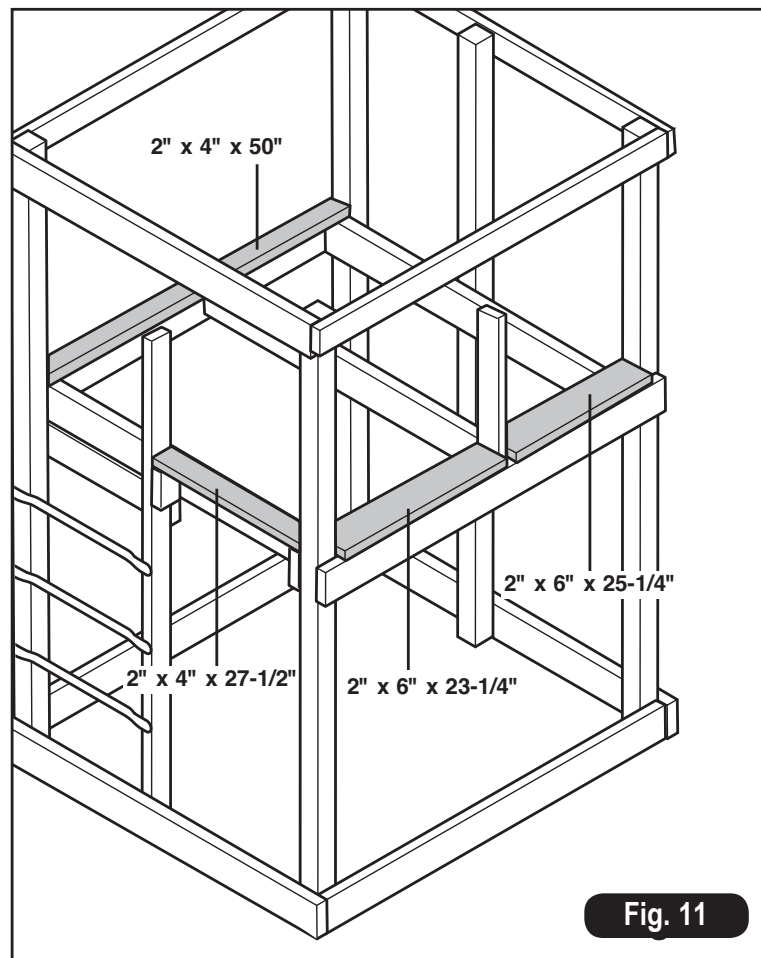

Fig. 11
4. Position the 2" x 6" x 23-1/4" and 2" x 6" x 25-1/4" boards to the frame as indicated in Fig. 11. The boards should be flush with the outside edge of the 2" x 6" deck support. Attach using two 3" screws at each joint.
5. Position 2" x 4" x 50" board to the frame so it is flush with the outside edge of the 4" x 4" corner posts (Fig.11). Attach using two 3" screws at each joint.
6. Position the 2" x 4" x 27-1/2" board to the frame as indicated in Fig. 11. The board should be positioned square to the corresponding 2" x 4" x 5-1/2" supports. Attach using two 3" screws at each end of the 2" x 4" x 27-1/2" board.
4. Posicionar los planos de 2" x 6" x 23-1/4" y 2" x 6" x 25-1/4" en la estructura como se indica en la Fig. 11. Los planos deben estar al ras con el borde externo del soporte para plataforma de 2" x 6". Unir utilizando dos 3" tornillos en cada junta.
5. Posicionar el plano de 2" x 4" x 50" en la estructura de tal forma que esté al ras con el borde externo de los postes esquineros de 4" x 4" (Fig.11). Unir utilizando dos 3" tornillos en cada junta.
6. Posicionar el plano de 2" x 4" x 27- 1/2" en la estructura como se indica en la Fig. 11. El plano debe estar posicionado en ángulo recto a los soportes de 2" x 4" x 5-1/2" correspondientes. Unir utilizando dos 3" tornillos en cada extremo del plano de 2" x 4" x 27-1/2".
4. Placer les planches de 2 po x 6 po x 23-1/4 po (50 mm x 150 mm x 590 mm) et de 2 po x 6 po x 25 1/4 po (50 mm x 150 mm x 641 mm) au cadre tel qu'indiqué à la fig. 11. Les planches doivent être alignées avec le bord extérieur du support de plate-forme de 2 po x 6 po (50 mm x 150 mm). Fixer à l'aide de deux 3 po (76 mm) vis à chaque joint.
5. Placer la planche de 2 po x 4 po x 50 po (50 mm x 100 mm x 1,27 m) au cadre en l'alignant avec le bord extérieur des poteaux de coin de 4 po x 4 po (100 mm x 100 mm) (voir fig. 11). Fixer à l'aide de deux 3 po (76 mm) vis à chaque joint.
6. Placer la planche de 2 po x 4 po x 27 1/2 po (50 mm x 100 mm x 698 mm) au cadre tel qu'indiqué à la fig. 11. La planche doit s'aligner aux supports de 2 po x 4 po x 5 1/2 po (50 mm x 100 mm x 140 mm) correspondants. Fixer à l'aide de deux 3 po (76 mm) vis à chaque extrémité de la planche de 2 po x 4 po x 27 1/2 po (50 mm x 100 mm x 698 mm).